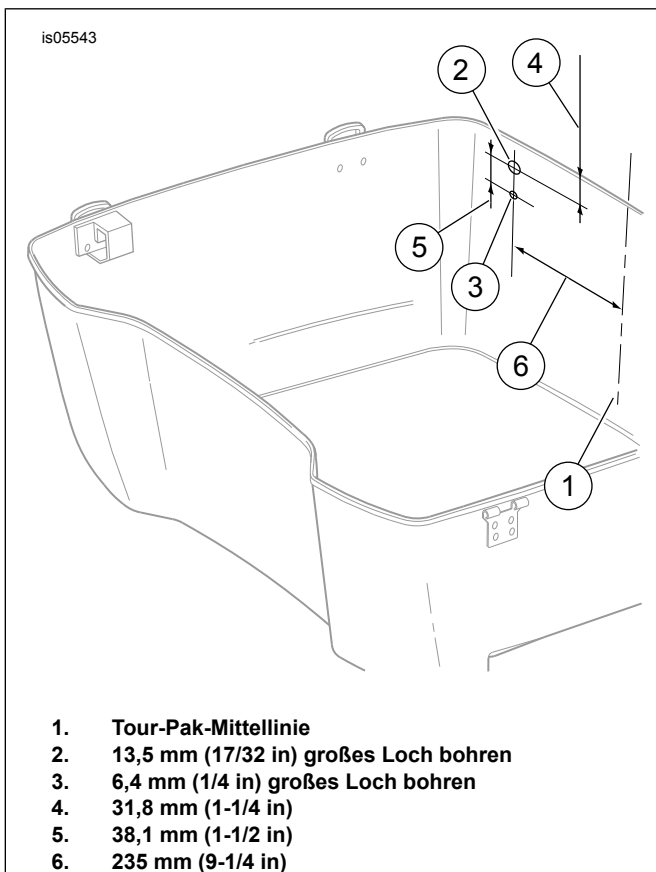

Abbildung 1. Lage der Tour-Pak-Bohrungen für die CB-Antenne
5. Siehe Abbildung 1. Die Mitte (1) der Rückwandaußenseite des Tour-Pak ausmessen und markieren.
10. Nun nochmals den Abstand von 235 mm (9-1/4 in) (6) von der Mittellinie ausmessen und auf dem Klebeband nahe dem oberen und dem unteren Rand des Klebebands markieren. Eine Linie von der oberen zur unteren Markierung ziehen.
11. Auf der rechten senkrechten Linie vom oberen Rand des Tour-Pak aus 31,8 mm (1-1/4 in) (4) messen und dort einen kurzen waagrechten Strich (2) quer über die senkrechte Linie zeichnen.
12. Vom **ersten** Querstrich aus 38,1 mm (1-1/2 in) (5) nach unten messen und dort einen weiteren kurzen Querstrich (3) auf der senkrechten Linie anzeichnen.
- b. Ein 13,5 mm (17/32 in) großes Loch (2) durch das **obere** Führungsloch.